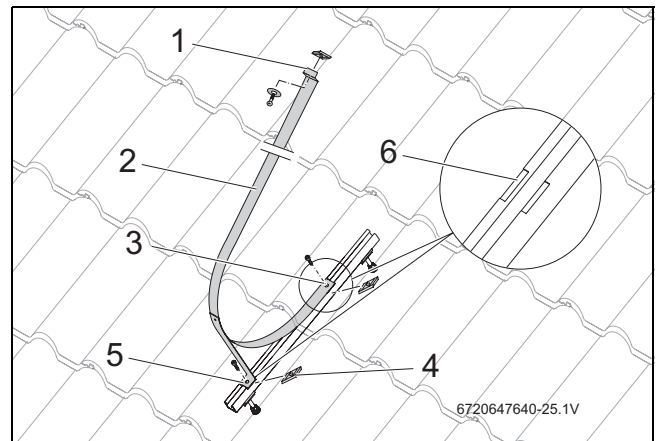

Fig. 43 Fijar la abrazadera del acumulador
- ▶ Introducir el tornillo en el extremo delantero de la abrazadera del acumulador (→ Fig. 43, [3]) y enroscar la tuerca corredera [4], hasta que se note una ligera resistencia.
- ▶ Introducir el tornillo en la escuadra de apoyo de la cinta del acumulador (→ Fig. 43, [5]) y enroscar la tuerca corredera hasta que se note una ligera resistencia.
- ▶ Colocar el extremo delantero de la abrazadera del acumulador en la muesca de apoyo (→ Fig. 43, [6]) y apretar el tornillo.
- ▶ Colocar la escuadra de apoyo de la abrazadera del acumulador (→ Fig. 43, [5]) en la segunda muesca de apoyo y apretar el tornillo.
- ▶ Colocar en el extremo trasero de la abrazadera del acumulador (→ Fig. 43, [1]) el tornillo, la arandela y la tuerca corredera. No atornillar este extremo todavía!